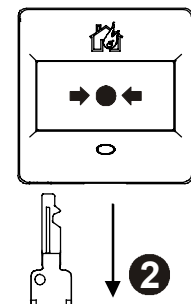

Fig. 9
2. To arm the manual call point, pull out the key again (Fig. 9).
2. Um den Melder scharf zu stellen, ziehen Sie den Schlüssel wieder heraus (Fig. 9).
2. Pour amorcer le détecteur, ressortez la clé (fig. 9).